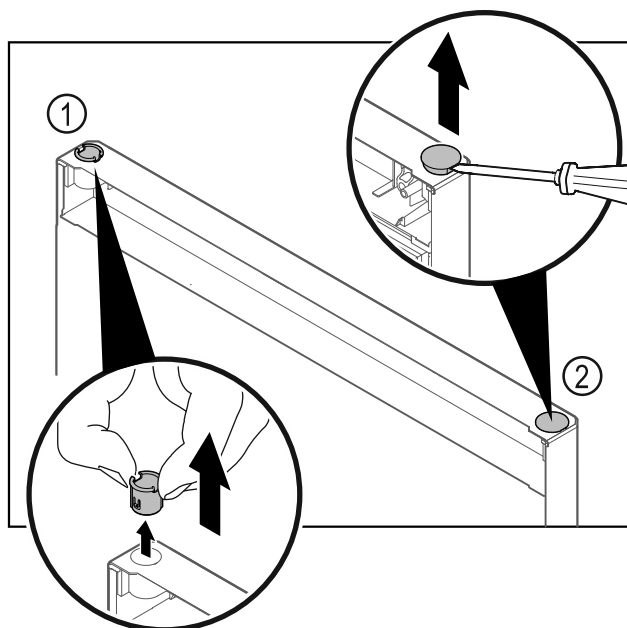

Fig. 22 Ușa frigiderului
- ▶ Extrageți bucsa balamalei Fig. 22 (1) cu degetele.
- ▶ Ridicați dopul de acoperire Fig. 22 (2) cu precauție cu o șurubelniță dreaptă și extrageți-l.